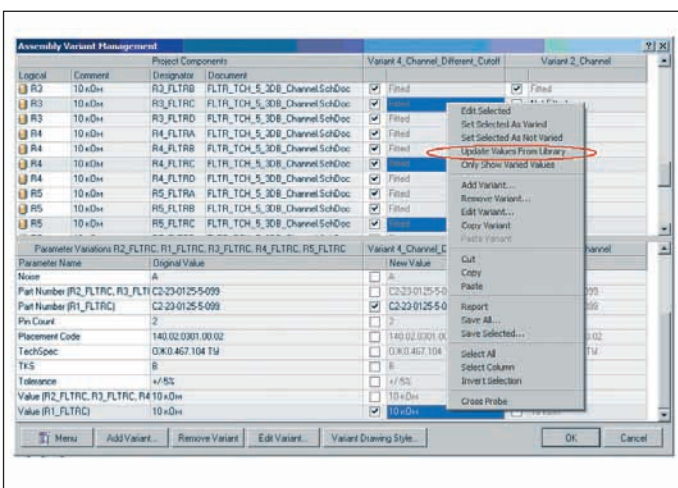

Рис. 7. Подготовка передачи параметров из библиотеки
2. Щелчком правой клавиши мыши в любой ячейке списка параметров группы выбранных компонентов вызовите контекстное меню и задайте в нем команду *Update Values From Library* (рис. 7).
- нажатием **OK** завершите выполнение операции. Обновленные параметры – номинал и имя библиотечного компонента – отображаются в ячейках таблицы параметров всех выбранных компонентов (рис. 7).